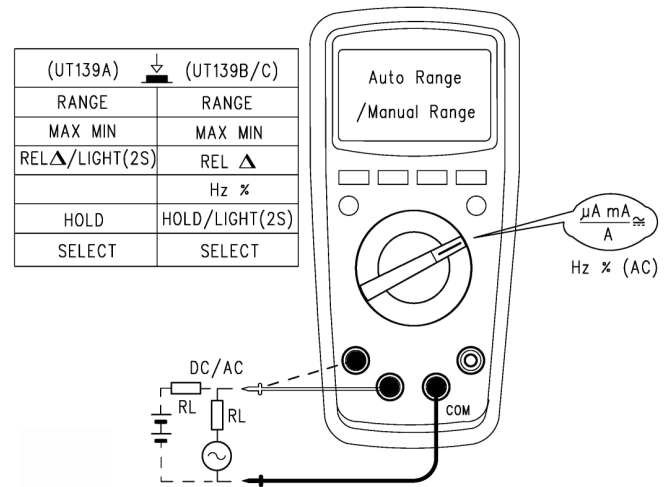

Рисунок 10
**9.8. Измерение переменного и постоянного тока (см. Рисунок 10)**